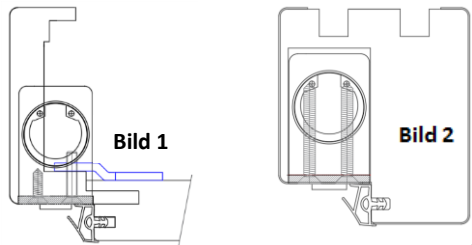

Bild 1
- Bei Ausführung auf Umfassungszarge, verwenden sie die Befestigungsschrauben (K). Die Metallgewindeschrauben (M4x20) werden dabei auf die bereits vormontierte Metallgrundplatte und die Holzschrauben in die Verkleidung verschraubt. (sh. Bild 1) Bohren sie entsprechend vor um etwaigen Beschädigungen vorzubeugen.